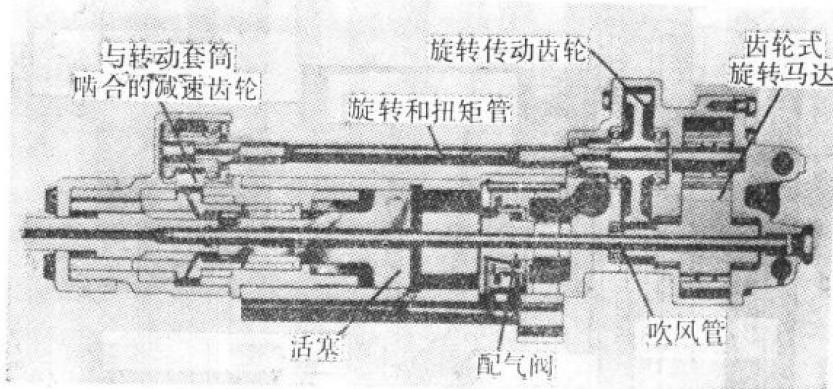

图 6
2. 压气马达（齿轮式、径向活塞式或叶片式）。压气马达经由齿轮组（见图6）使带有齿轮的转动套筒旋转，转动套筒又与钎尾套筒以及钎尾啮合。在此系统内，设有一根独立的压气管路经过换向节流阀提供旋转动力，操纵人员可以控制旋转速度和旋转方向。这样，在不同的岩层条件下就可以采用不同的旋转速度。在深孔钻进时，它对加快和简化活节钎杆的接钎和拆卸操作也是很重要的。为了驱动压气马达，在这种独立回转装置的设计中，